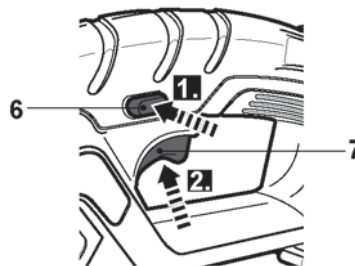

Fig. 15
- > Appuyez sur le bouton marche/arrêt [7] pour allumer l'appareil (Fig. 15).